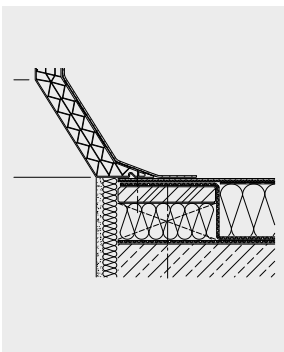

Abbildung 1
- Die Montage des Aufsetzkranzes erfolgt auf einem Bohlenkranz oder einer ähnlichen, geeigneten Unterkonstruktion. Das Öffnungsmaß des Bohlenkranzes muss dabei dem Nennmaß (=Dachöffnungsmaß) des Aufsetzkranzes entsprechen. Eventuell vorhandene innenseitige Bekleidungen des Bohlenkranzes (in der Regel 2-3 cm pro Seite) müssen berücksichtigt werden (siehe Abb. 1).
- Wird der Aufsetzkranz auf eine zuvor verlegte Dachbahn aus EVALON® oder EVALASTIC® montiert, welche bis an die Innenkante (Öffnung) des Bohlenkranzes geführt ist, so ist eine zusätzliche Randfixierung der Flächenabdichtung (sog. Maßnahme zur Aufnahme horizontaler Kräfte) nicht mehr erforderlich (siehe Abb. 1).